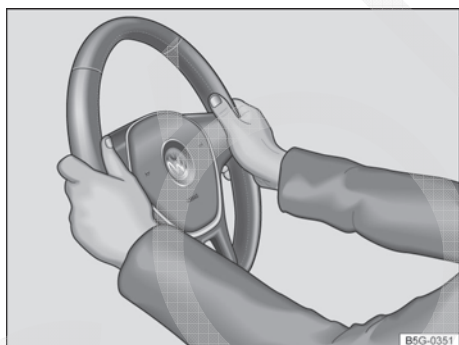

Fig. 50 No volante posição 9 e 3 horas.
- Ajustar o volante de modo que o condutor possa segurá-lo pela borda externa com as duas mãos e os braços ligeiramente dobrados (posição das 9h e 3h → Fig. 50).